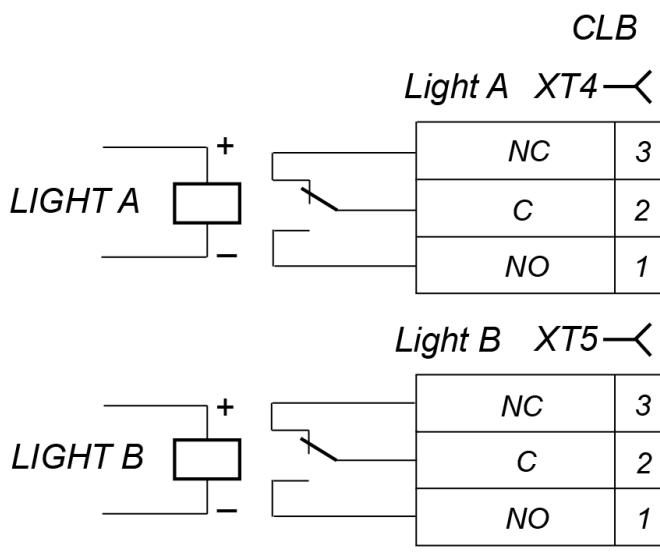

Рисунок 9. Выходные каскады для *Light A* и *Light B*
Выходные каскады для *Light A* и *Light B* – перекидные контакты реле (см. рис. 9) со следующими характеристиками сигналов:
- организовать зону прохода через стойку в соответствии с рис. 9;
Для обеспечения регистрации проходов при работе турникета под управлением контроллера СКУД, необходимо организовать зону прохода таким образом, чтобы при проходе через турникет осуществлялся поворот преграждающих планок на угол не менее 70° (см. рис. 9).